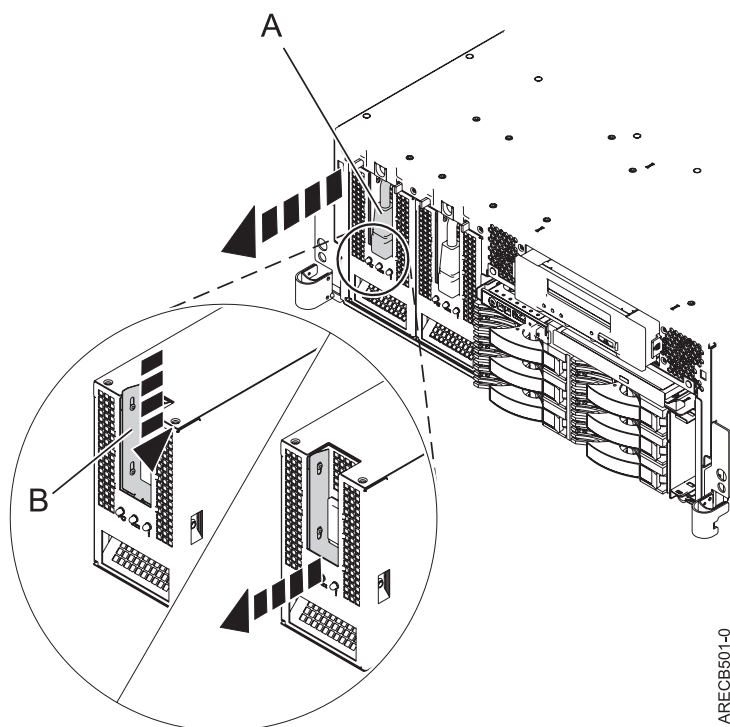

Figure 7. Retrait de l'alimentation électrique
5. Débranchez le câble d'alimentation (A) de l'avant de l'alimentation électrique (voir figure 7, à la page 11).